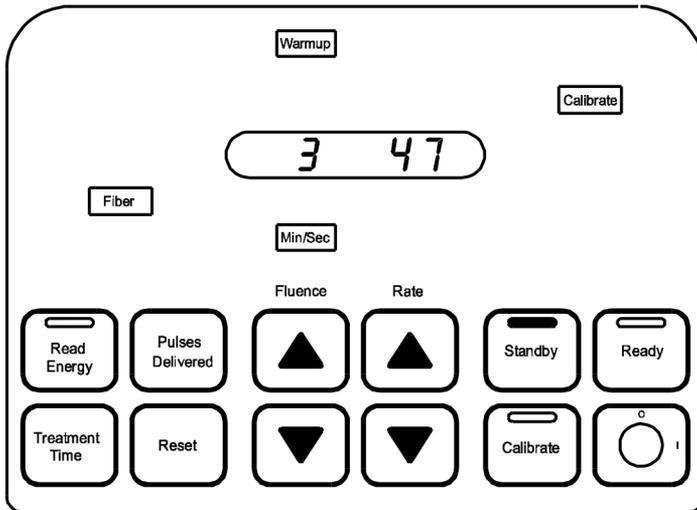

Abbildung 3
1. Befindet sich das System im Modus **Warm-up** (Aufwärmen), leuchtet die Orientierungsleuchte **Warm-up** (Aufwärmen) auf. Die Taste **Standby** (Standby) und die grüne Statusleuchte oben auf dem Bedienfeld leuchten ebenfalls auf. (Abbildung 3)